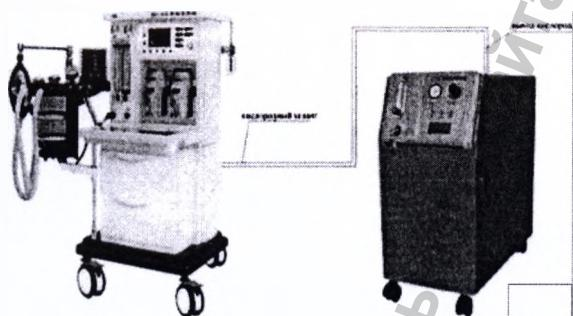

Рис. 6
**Схема подключения концентратора кислорода к наркозному аппарату или аппарату искусственной вентиляции легких (Рис. 6).**